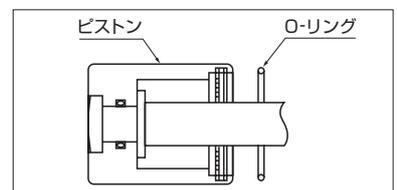

Fig.34
- ① O-リング及びロッドシールにグリースを塗布する。
- ② 各BFダイヤフラムの両面に潤滑剤(例：二硫化モリブデン粉末)を塗布する。
- ③ a) ピストンへO-リングをはめ込む。(Fig.34)